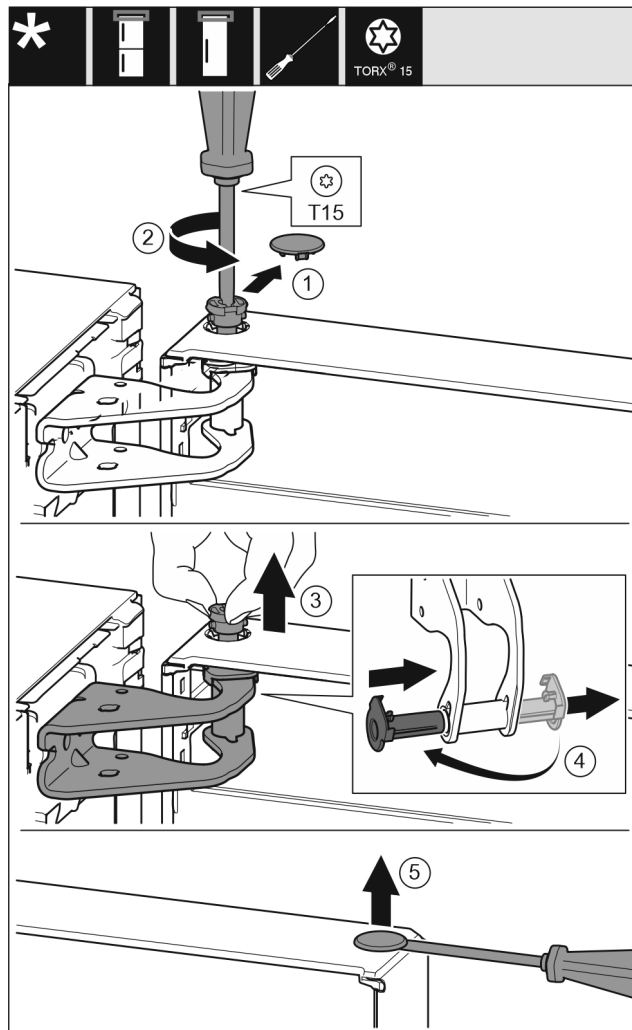

Fig. 6
- ▶ Ostrożnie zdjąć osłonę zabezpieczającą. Fig. 6 (1)
- ▶ Sworzeń wykręcić nieco przy pomocy śrubokręta T15. Fig. 6 (2)
- ▶ Przytrzymać drzwi i wyjąć sworzeń palcami. Fig. 6 (3)
- ▶ Tuleję łożyskową wyjąć z prowadnicy. Założyć z drugiej strony i zażębić. Fig. 6 (4)
- ▶ Załączkę ostrożnie podważyć przy pomocy śrubokręta i wyjąć z tulei łożyskowej drzwi. Fig. 6 (5)